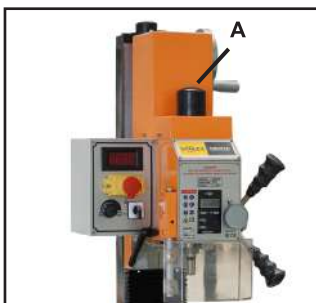

Рис. 14
2. Снять крышку зажимной тяги на крышке двигателя (А, Рис. 14).